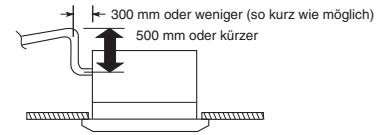

Abb. 3-27
- Wenn es erforderlich sein sollte, die Höhe des Abföhrrohrs zu vergrößern, kann der Bereich unmittelbar nach der Anschlussstelle um maximal 500 mm angehoben werden. Der Anschluss darf nicht um mehr als 500 mm höher gestellt werden, da dadurch Leckwasser austreten könnte. (Abb. 3-27)